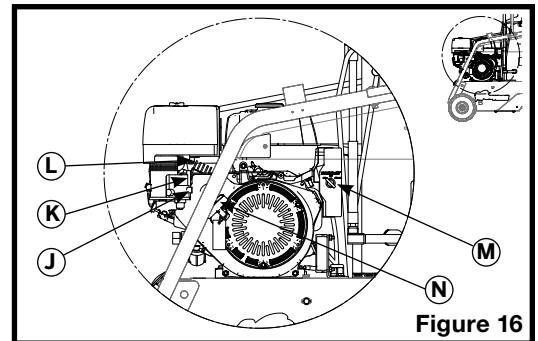

Figure 16
5. Déplacer le levier des gaz (L sur la figure 16) complètement vers la droite.
7. Tourner l'interrupteur du moteur (M sur la figure 16) en position « OFF ».
8. Déplacer vers la gauche la valve d'essence (J sur la figure 16), pour la fermer.